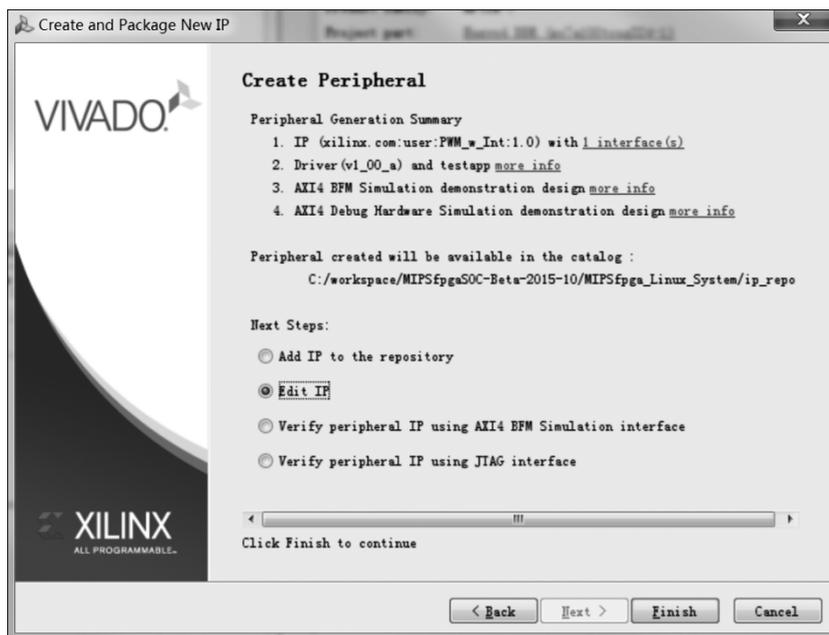

图 3-5 定制模块设置完成
(5) AXI4 接口类型和参数设置完成后,单击 Next 按钮,接下来选择 Edit IP 单选按钮,如图 3-5 所示,然后单击 Finish 按钮。